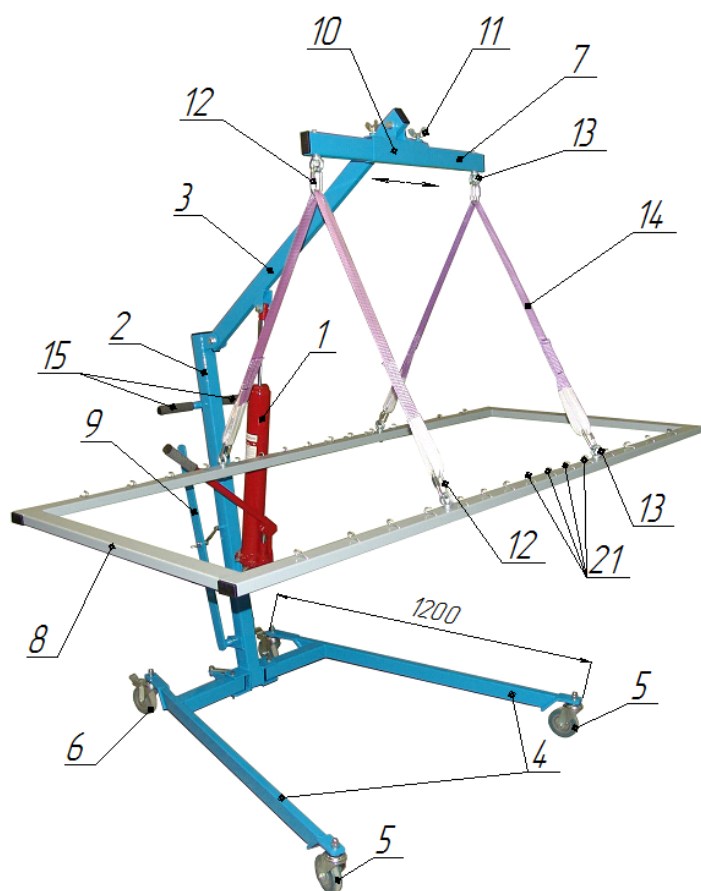
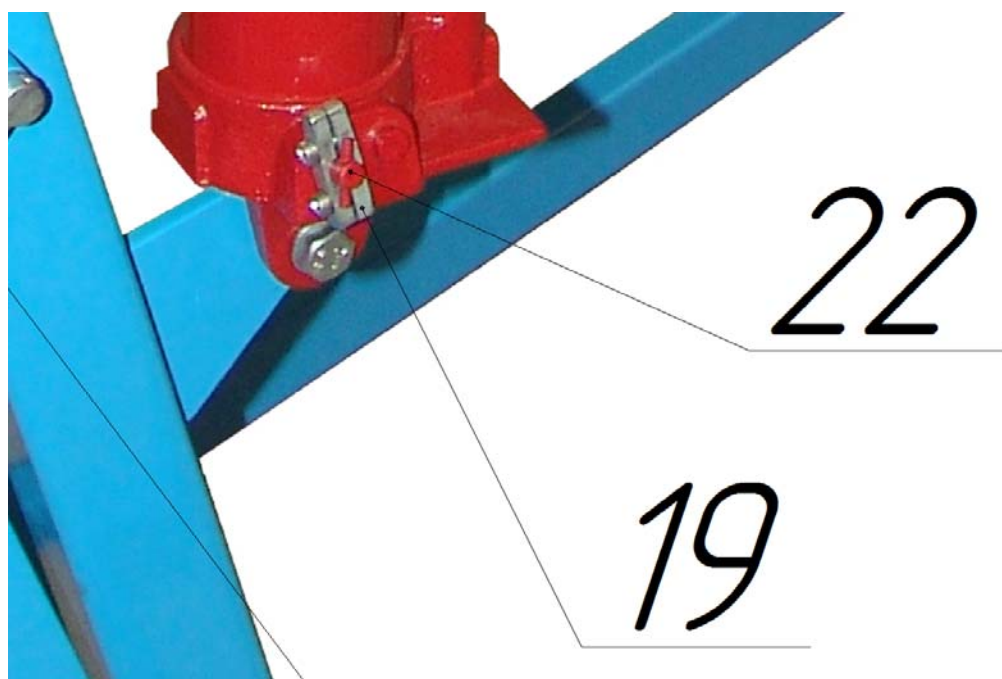

Рисунок 1
Рисунок 5
Чтобы больной в поднятом состоянии находился в горизонтальном положении, а не под наклоном в ту или другую сторону, необходимо подъемник (именно подъемник, а не просто балку 7) вместе с балкой 7 передвинуть в направлении стрелок таким образом, чтобы конец стрелы 3 (см. рисунок 1) находился над центром тяжести больного. Центр тяжести лежачего человека находится приблизительно немного ниже солнечного сплетения. При перемещении подъемника больной должен лежать на постели, а не быть в подвешенном состоянии. После установки подъемника в правильное положение балку 7, передвинутую вместе с подъемником, ослабив винты 11, перемещают в первоначальное положение и вновь затягивают винты 11.
7.1. Гидроцилиндр под воздействием нагрузки не удерживает стрелу 3 в поднятом состоянии (см. рис.1). Вероятной причиной неисправности может быть неплотно закрытый выпускной клапан - для устранения причины необходимо плотно закрыть выпускной клапан, повернув винт 22 до упора по часовой стрелке (см. рисунок 5). При этом не следует прилагать чрезмерно большое усилие, так как при исправном выпускном клапане даже усилия в один-два килограмма достаточно для плотного закрытия клапана. Если не удастся закрыть клапан или он работает с перебоями необходимо обратиться в сервисную службу производителя подъемника. Вероятность нарушения работоспособности выпускного клапана очень низкая.
7.2. При полностью вывернутом против часовой стрелки винте 22 (до упора - см. рисунок 5) стрела 3 подъемника слишком медленно опускается. Причиной неисправности может быть недостаточный угол поворота винта 22 или загрязнение выпускного клапана. Для устранения неисправности необходимо: завернуть полностью винт 22, ослабить винты, стягивающие две половинки упора 19 и повернуть его на соответствующий угол по часовой стрелке, после чего зафиксировать упор в данном положении, затянув ослабленные винты. После регулировки положения упора 19 необходимо проверить, чтобы скорость опускания стрелы 3 под рабочей нагрузкой не была слишком велика, а именно: не вызывала страха или опасений у опускаемого больного.